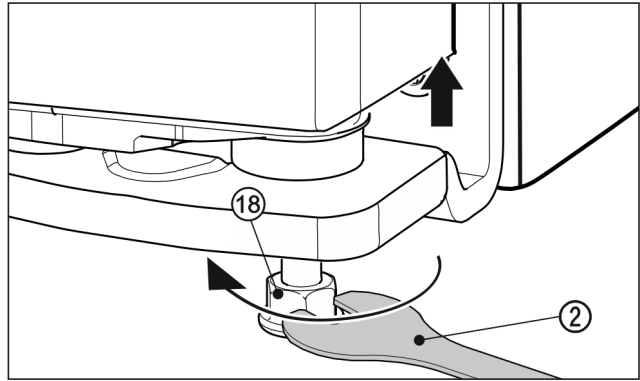

Fig. 25
- ▶ Aby unieść drzwi nóżkę Fig. 25 (18) wykręcić w prawo przy pomocy dołączonego klucza widlastego Fig. 25 (2), aż będzie przylegać do podłoża. Następnie obracać dalej, aż wysokość drzwi zostanie wyregulowana. Podczas dostawy trzpień zawiasu jest całkowicie wkręcony.